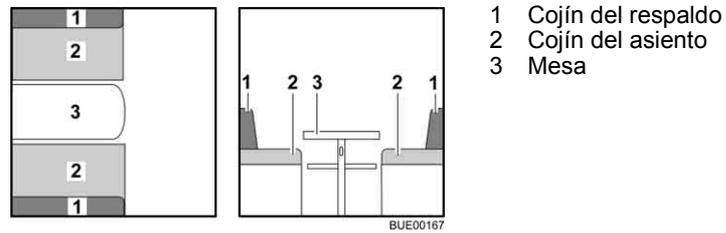

Fig. 70 Antes de la transformación
- Transformar la mesa (Fig. 70,3) en base de cama (véase apartado 6.10).